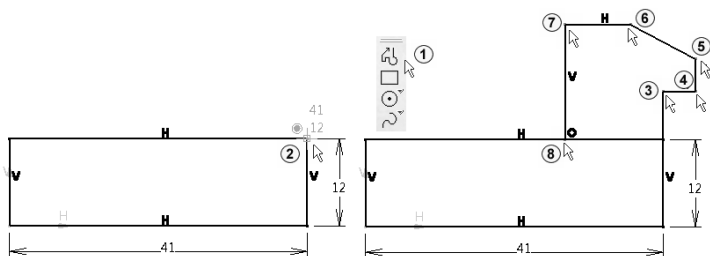

图 2-13 绘制直线
单击“轮廓”按钮，如图 2-13 中①所示。系统弹出“草图工具”工具栏并自动选中了绘制直线按钮，在工作区中捕捉到点（出现符号）时按时鼠标左键，如图 2-13 中②所示。然后移动鼠标到适当的位置后单击，如图 2-13 中③~⑧所示（注意最后一点要出现符号时才单击鼠标以确保其在水平直线上），按〈Esc〉键结束绘制状态。